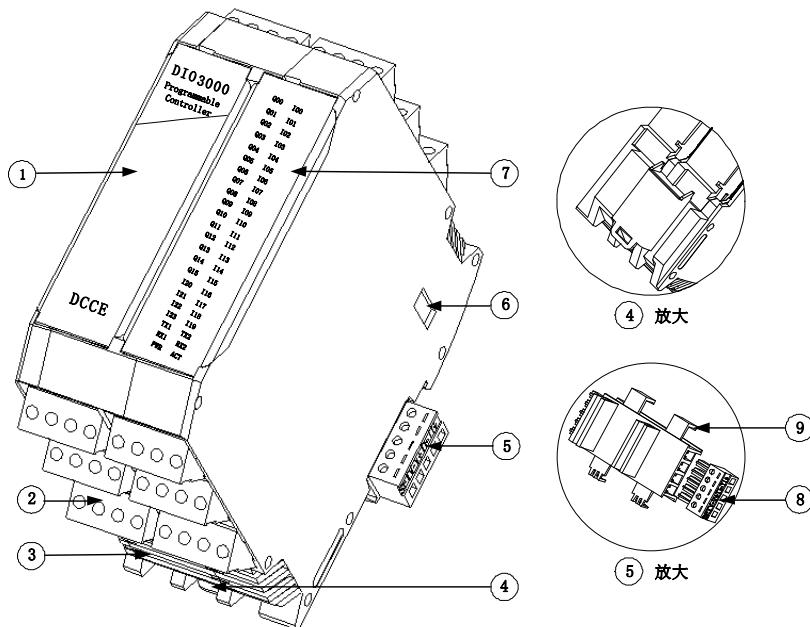

图 4-1-1 整体外观
DIO3000 主要由以下几部分组成：①型号贴：说明产品型号。②输入输出端子：输入输出与通信接线端子。③散热口：确保产品快速散热。④导轨卡扣：将控制器安装到 DIN 导轨上的夹具。⑤总线连接器：由电源端子⑧（24V 电源与串口 1 接线端子）和连接器底座⑨组成。⑥拨码区：硬地址设置。⑦指示灯：指示设备运行状态。图 4-1-1 为产品整体外观图。